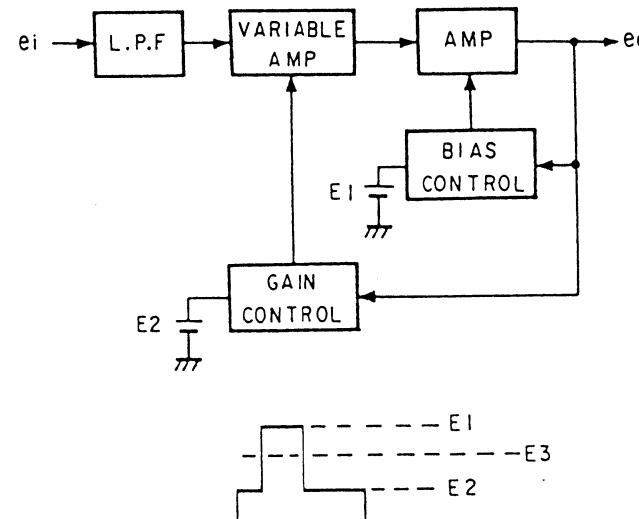

図2
L.P.F (Q701), 可変増幅器 (Q702～Q705) AMP (Q706, Q707), バイアスコントロール回路 (Q708～Q710), ゲインコントロール回路 (Q711, Q712) より構成されています。図2の e_o (Q707のコレクタ) には、反転した COMPOSITE VIDEO (SYNC) 信号が output されます。バイアスコントロール回路は、 e_o の最大値と E1 (Q708のベース電圧) を比較し、一致するように AMP のバイアスをコントロールします。また、ゲインコントロール回路は、 e_o のペデスタル電圧と E2 (Q711のベース電圧) を比較し一致するように可変増幅器のゲインをコントロールします。